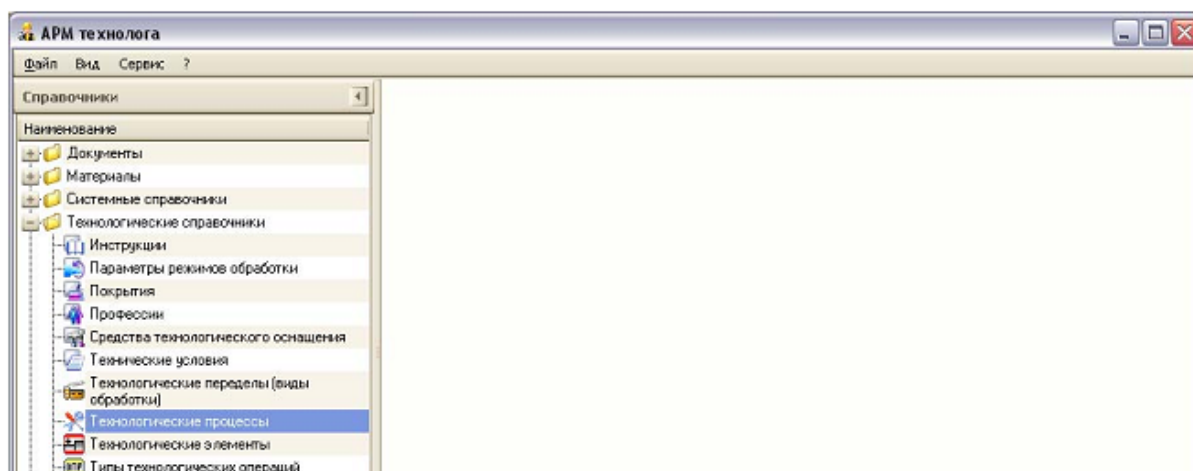

Рис. 17 Технологические справочники T-FLEX Технология
3. Из списка технологических справочников (рис. 17) выбрать требуемый справочник, например, «Средства технологического оснащения» и открыть его окно в рабочую область T-FLEX Технология двойным кликом левой клавишей мыши.